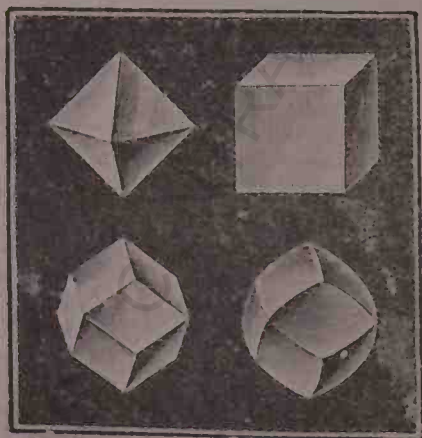

Fig. 68
a) *Diamantul* este cel mai curat carbon. Cristalii săi (fig. 68) aparțin sistemului cubic și au uneori fețe curbe.